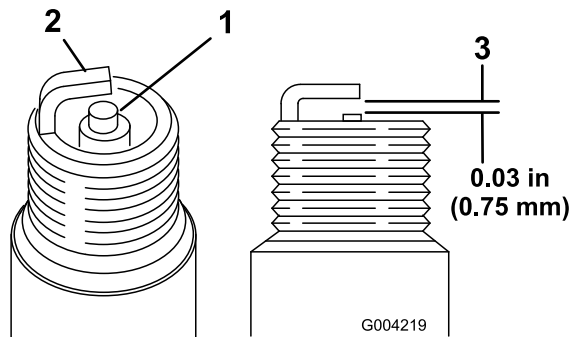

Figura 51
1. Controllate la parte centrale di entrambe le candele (Figura 51). Se l'isolatore è di color marrone chiaro o grigio, il motore funziona correttamente. Una
2. Controllate la distanza tra gli elettrodi centrale e laterale (Figura 51).
3. Piegate l'elettrodo laterale (Figura 51) se la distanza non è corretta.